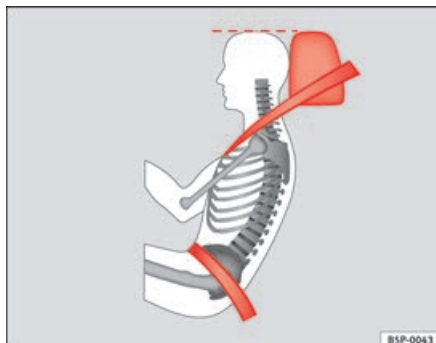

Fig. 14 Posição da faixa do cinto de segurança e do encosto de cabeça correctos, vistos de lado
- A faixa inferior do cinto de segurança tem de ser colocada junto à bacia, sem passar por cima do abdômen. O cinto de segurança tem de ficar bem cingido à zona pélvica do ocupante ⇒ fig. 14. Se necessário, reajustar um pouco a faixa do cinto de segurança.